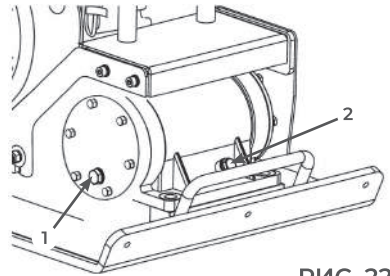

РИС. 22
3. Очистите от пыли и грязи зону вокруг пробок заливного 2 и контрольного 1 отверстий (Рис. 22) в корпусе вибратора.
6. Подставьте под пробку заливного отверстия ёмкость для отработанного масла, открутите пробку 2 (Рис. 22) и слейте масло из вибратора через заливное отверстие в подготовленную ёмкость.